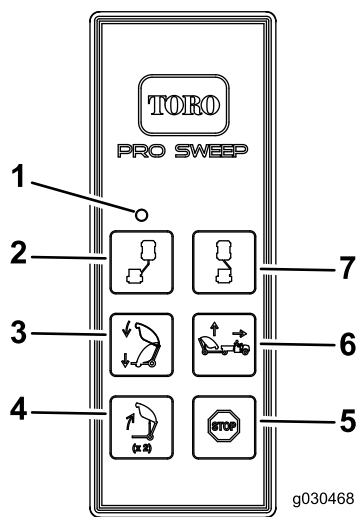

Bild 27
2. Drücken Sie die Taste zum Entleeren des Füllkastens für eine Sekunde, lassen Sie die Taste für eine Sekunde los und drücken Sie sie dann erneut (Bild 27).